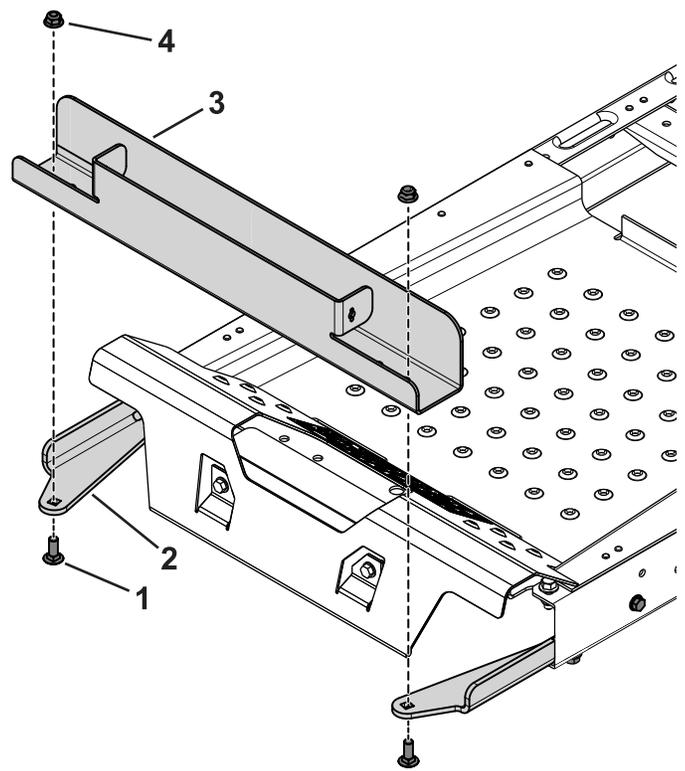

Figura 2
3. Utilizzate i 2 bulloni a testa tonda (3/8" x 1") e dadi flangiati per fissare il vassoio della zavorra ai supporti (Figura 2).